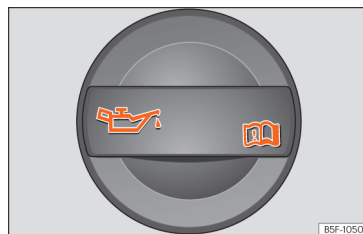

Abb. 185 Deckel der Motoröl-Einfüllöffnung im Motorraum.
- Suchen Sie den Motoröl-Einfüllstutzen. Sie erkennen ihn an dem Symbol  auf dem Deckel » (Abb. 185).
- Schrauben Sie den Deckel der Motoröl-Einfüllöffnung ab » (Abb. 185).